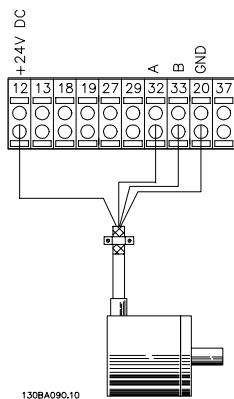

図 5.5 配線図
1. エンコーダー接続が図 5.5 どおりになっていることを確認します。